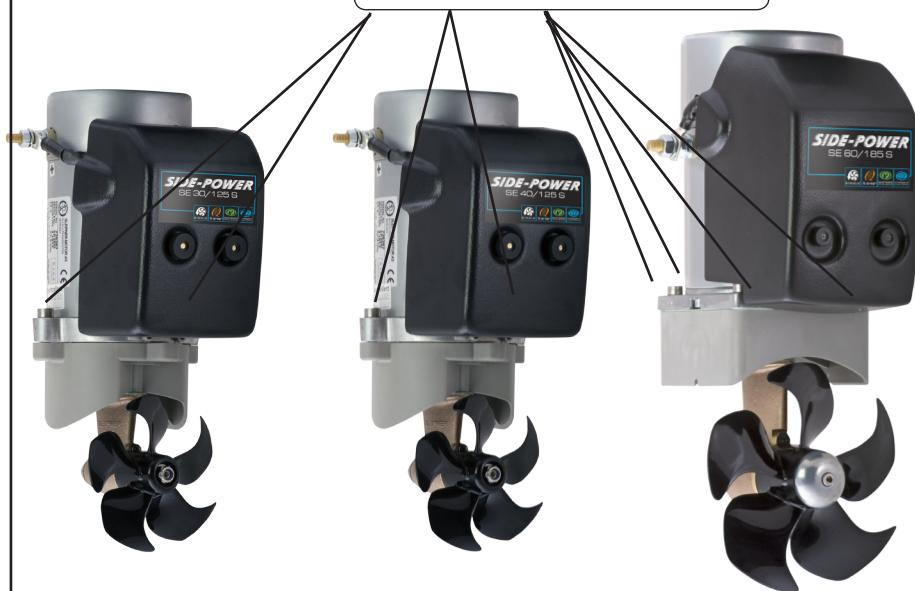

Fig. 1
6. Tighten the bolts holding the motor to the motorbracket with 17Nm /12,4 lb/ft as shown in Fig. 1.
5. Stram boltene med 17Nm/12,4 lb/ft som vist i fig. 1.